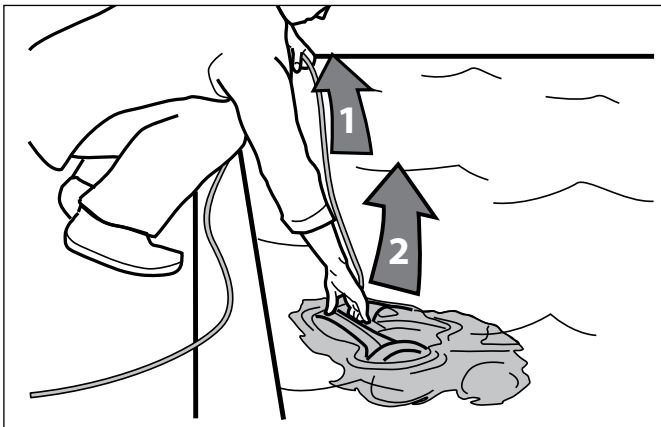

Figure 18. Retirer le robot nettoyeur de la piscine par la poignée
2. Lorsque le robot nettoyeur est à portée de main, utiliser la poignée pour le sortir de l'eau (Figures 18 et 19). Ne jamais retirer le robot nettoyeur de la piscine en tirant sur le câble flottant.